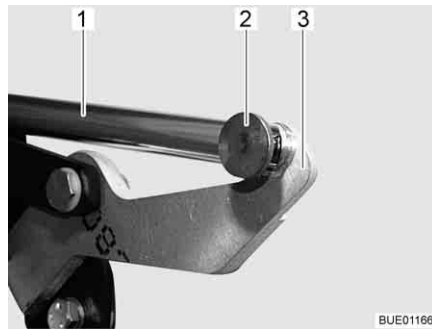

Bild 107 Drivning
- Ta bort förbindelsen (t. ex. sprinten och stiftet) (Bild 107,2) mellan skjutstången (Bild 107,1) och armen (Bild 107,3).